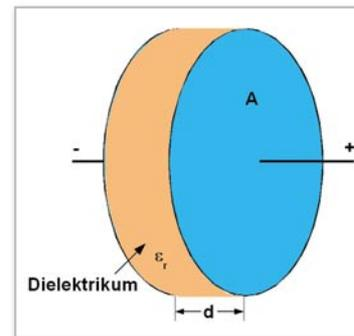

Bild 13: Prinzipdarstellung eines Kondensators
Schon seit dem Physikunterricht wissen wir, dass in einem Kondensator elektrische Energie gespeichert werden kann. Für das elektrostatische Speichervolumen spielt die Kapazität des Kondensators und damit die Fläche  $A$  der leitfähigen Kondensatorflächen, ihr Abstand  $d$  und die relative Dielektrizitätskonstante  $\epsilon_r$  des isolierenden Materials zwischen den Kondensatorflächen eine Rolle. In Gleichung (3) und Abbildung 13 werden die Zusammenhänge verdeutlicht.